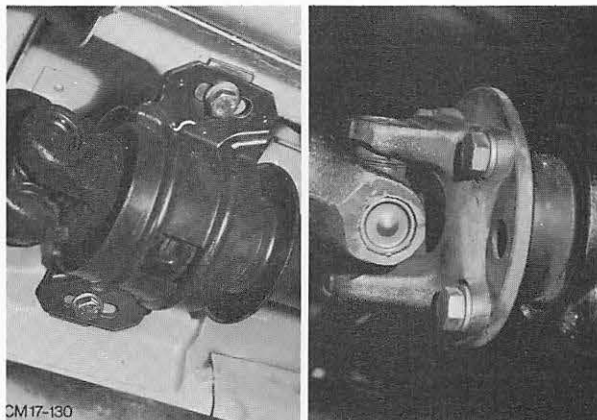
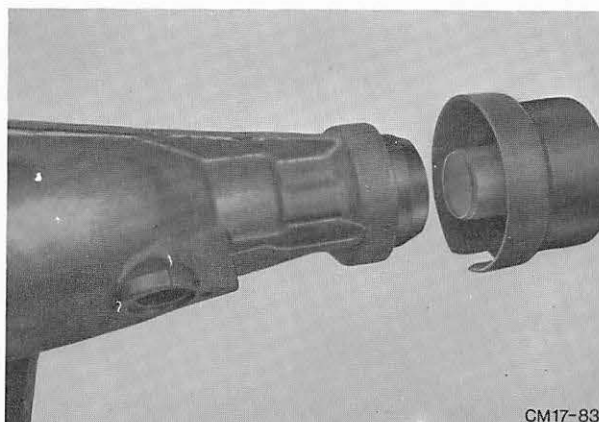

Abb. 18 Befestigung — Gelenkwelle
Abb. 19 Schutzkappe — Abtriebswelle
3. Gelenkwelle komplett ausbauen. Abb. 18. Bei Gelenkwelle mit Gummikupplung nach Abbau dieser, nur zurückziehen. Damit kein Getriebeöl ausläuft, neuen Gelenkwellenstummel bzw. Schutzkappe — Abtriebswelle in die Verlängerung schieben. Abb. 19.